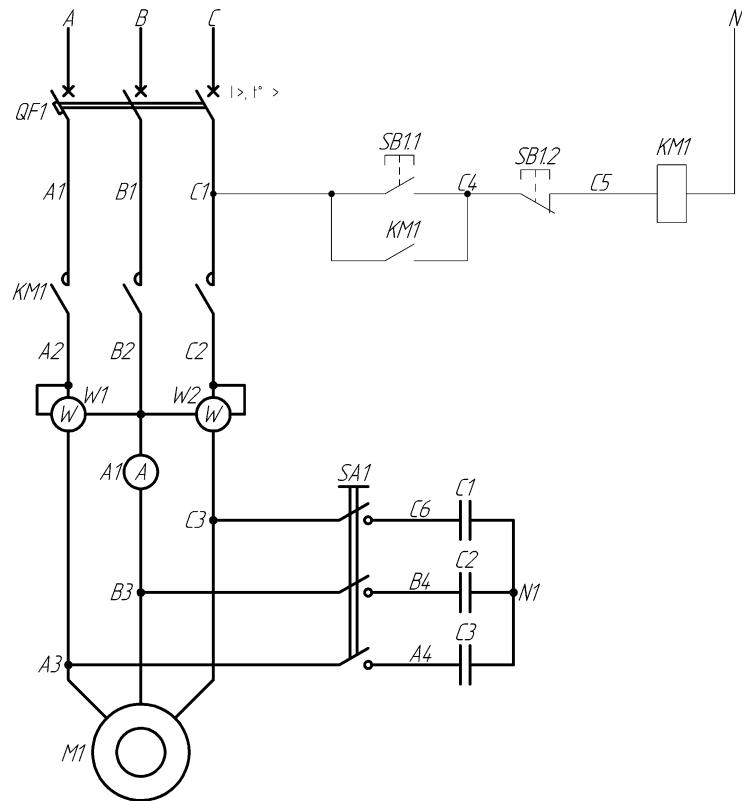

Рис. 4. Вариант 1: принципиальная схема управления асинхронным электродвигателем с индивидуальной компенсацией мощности посредством двухкнопочного поста
1. Соберите электрическую схему (согласно Рис. 4 или 5) в зависимости от номера варианта, который определяется оборудованием, размещенным на стенде.
Соберите электрическую схему (согласно рис. 4, 5) для исследования повышения коэффициента мощности с использованием батареи конденсаторов (схема индивидуальной компенсации мощности). В качестве активно-индуктивной нагрузки используйте асинхронный электродвигатель M_1 . Подключение батареи конденсаторов производите выключателем SA_1 . Ваттметр W_1 , W_2 индицирует активную трехфазную мощность, потребляемую электродвигателем.